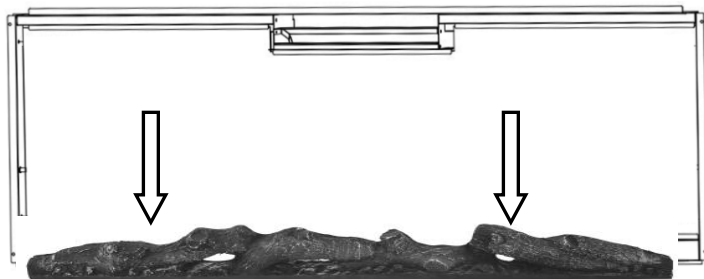

рис. 6-1. (муляж дров)
В. Извлеките набор дров (J) из упаковки, положите его в предназначенное в камине место. **рис. 6-1.**